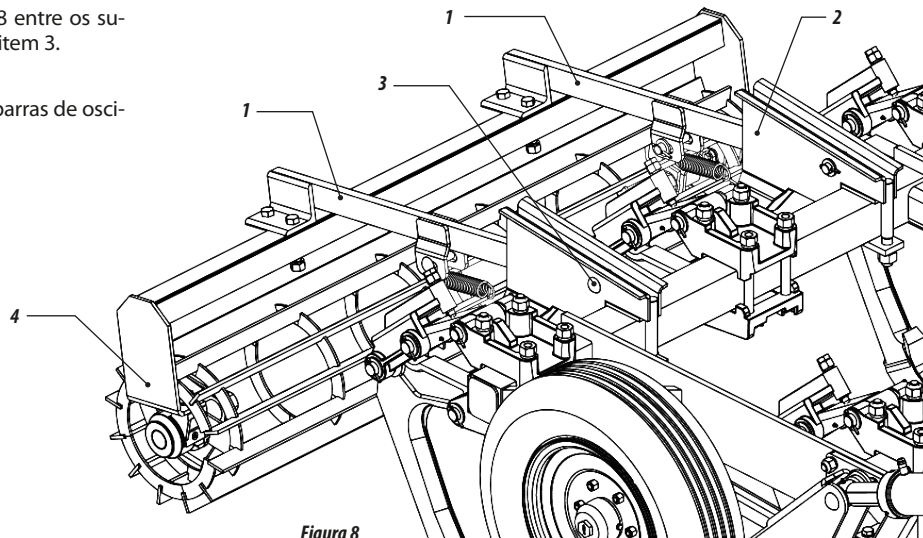

Figura 8
- 11 - Introduzir as barras de oscilação (1) figura 8 entre os suportes de fixação (2) e fixá-las com os pinos item 3.
- 12 - Coloque os rolos destorreadores (4) sob as barras de oscilação (1) e fixá-los com os (5) e porcas (6).